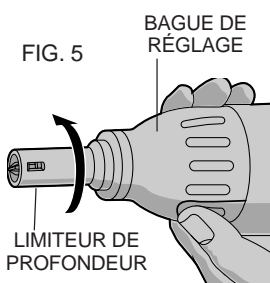

FIG. 5
1. Faire tourner la bague de réglage (fig. 5). Les vis sont enfoncées profondément lorsqu'on les fait tourner dans le sens horaire.